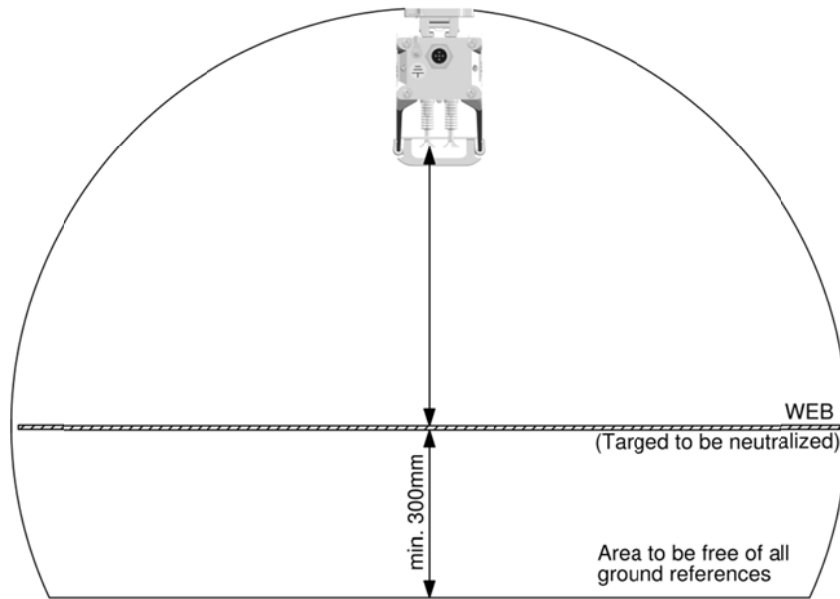

Abbildung 3
- **Um ein optimales Ergebnis zu erzielen, muss der Ionensprühstab gemäß Abbildung 3 montiert werden.**